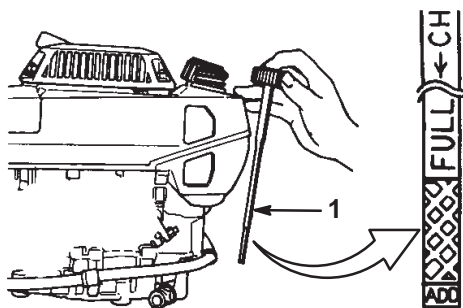

Figure 4
Avant chaque utilisation, vérifiez que le niveau d'huile arrive entre les repères maximum (*Full*) et minimum (*Add*) de la jauge (Fig. 4).
2. Nettoyez la surface autour de la jauge (Fig. 4).
6. Voyez le niveau d'huile indiqué par la jauge (Fig. 4).